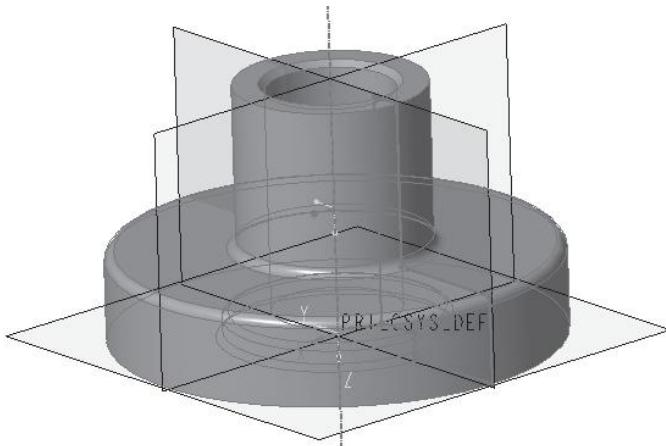

图 2-2-32 旋转实体模型
(4) 单击“草绘”操控板上的“确定”按钮 \checkmark ，回到“旋转设计”操控板，参数默认，单击“确定”按钮 \checkmark ，完成旋转操作，生成如图 2-2-32 所示的实体模型。